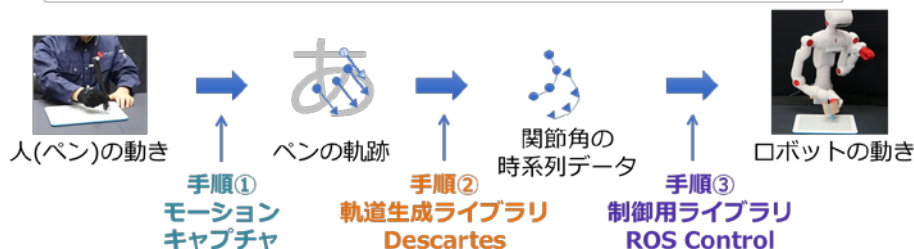

図 1 動作教示の手順および概要
アームロボットへの動作教示の手順を①～③に分けて説明します(図 1 参照)。